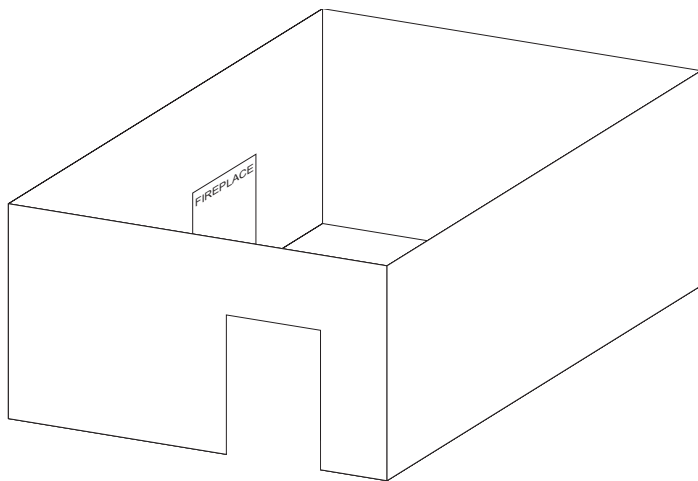

Figure 10
- Avec des parois sur tous les côtés, mais aucune couverte sur le dessus. **Voir Figure 10.**